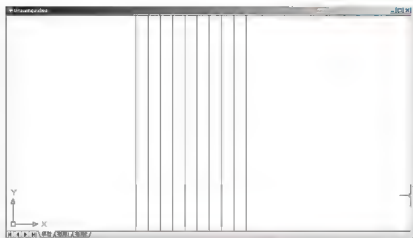

图 4.102 绘制垂直构造线
(1) 将【辅助】图层设置为当前层，打开【正交】功能并执行菜单栏中的【绘图】|【构造线】命令。
① 在 **xline 指定点或 [水平 (H)/ 垂直 (V)/ 角度 (A)/ 二等分 (B)/ 偏移 (O)]:** 提示下，在绘图区域任意位置单击。
② 在**指定通过点:**提示下，将光标垂直向下拖动，形成垂直线后单击。这样就绘出一根垂直构造线。
(2) 启动【阵列】命令，阵列生成其他垂直构造线，参数设定为 1 行、10 列、列偏移 300，结果如图 4.102 所示。